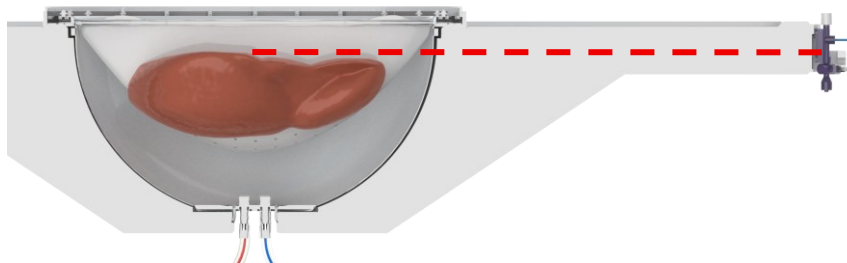

Abbildung 28: Höhe der Leber in Bezug auf den Drucksensor
- Beachten Sie bitte, dass die Leber durch das Netz und die Flüssigkeit in dem Behälter gestützt wird. Um eine genaue Druckmessung zu gewährleisten, ist es unbedingt erforderlich, die Höhe der Leber an die Höhe des Drucksensors anzupassen, wie in dargestellt in Abbildung 28. Die Spitze der Kanüle sollte auf der gleichen Höhe sein wie die Mitte des Drucksensors.